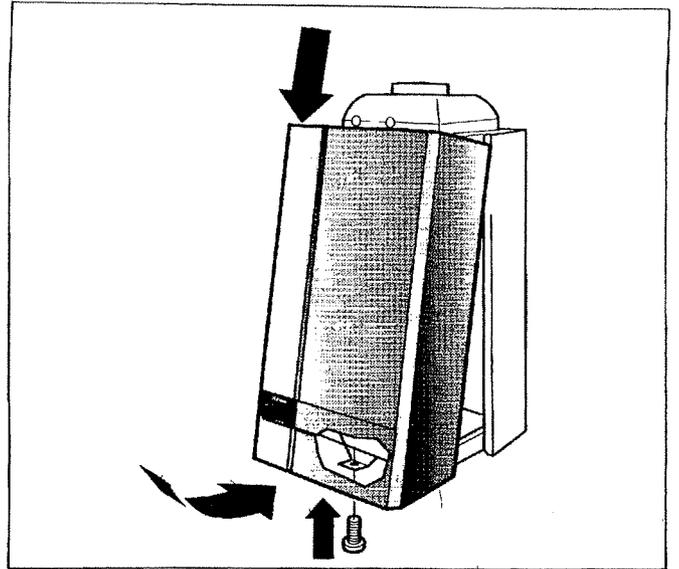

Fig. 29 Montaggio mantello
- ◆ Inserire il mantello e fissarlo con l'apposita vite (Fig. 29).